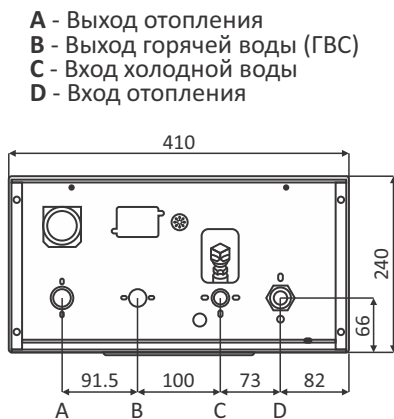

Рисунок 5.2 - Подсоединение труб
5.4.3. Подсоединение труб (рисунок 5.2)